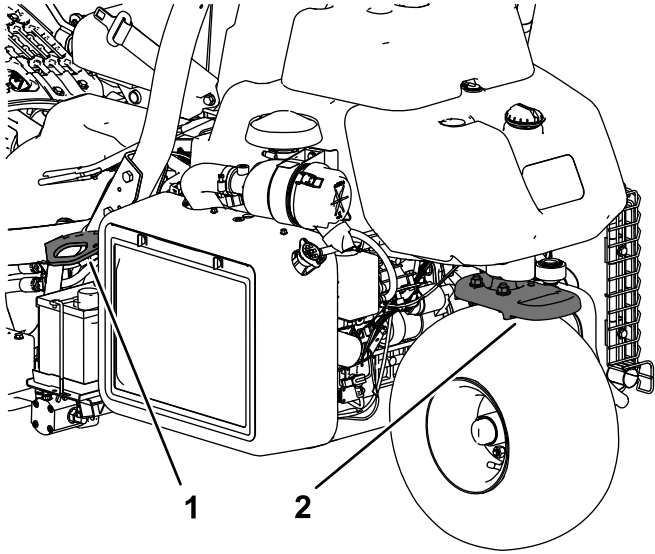

图24
- 用箍带、链条、缆绳或绳索将机器固定牢靠。前后箍带都应从机器的下方向外伸出图24。